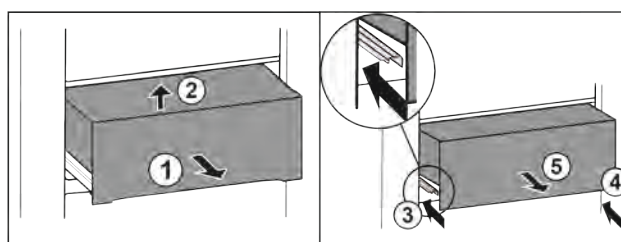

Fig. 28
- Вытяните выдвижной ящик наполовину Fig. 28 (1).
- Приподнимите спереди Fig. 28 (2).
- Вставьте левую направляющую Fig. 28 (3).
- Вставьте правую направляющую Fig. 28 (4).
- Извлеките выдвижной ящик движением вперед Fig. 28 (5).